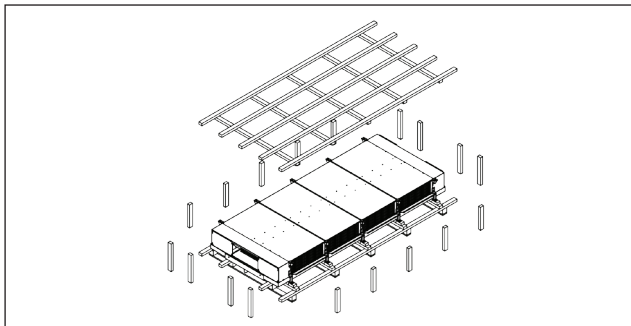

Рис. 8.3
2. Снимите защитную плёнку. Затем демонтируйте деревянный каркас за исключением поддона, открутив четыре верхних самореза, при помощи которых каркас соединён с монтажными кронштейнами воздухоохладителя (Рис.8.3).